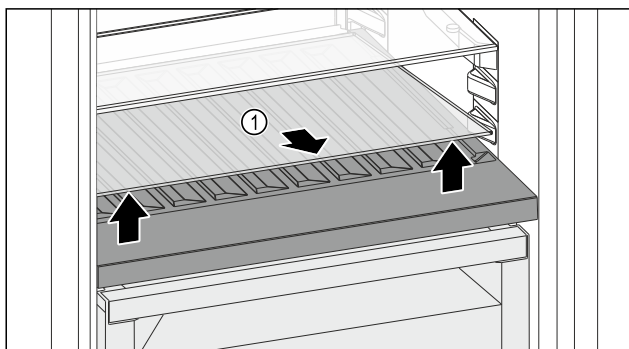

Fig. 147
- Sklenú dosku Fig. 147 (1) na vybraní vpredu nadvihnite a vytiahnite.
- Sklenú dosku Fig. 147 (1) bezpečne uchovávajte mimo zariadenia.
- Vložte sklenú dosku (2) pod variabilnú priehradku na fľaše.